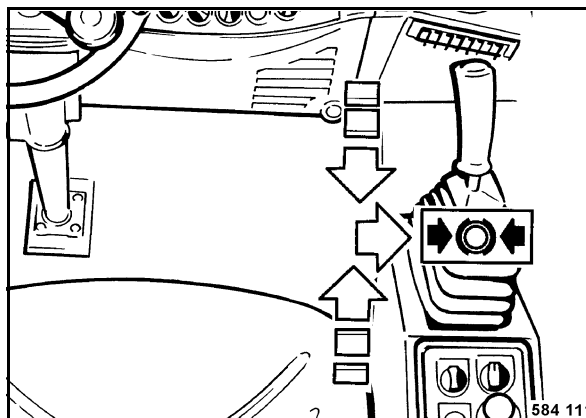

Fig. 52
- Colocar la palanca de marcha (Fig. 52) poco a poco en posición "Neutral" y encajar la palanca de marcha hacia la derecha en posición de frenado.